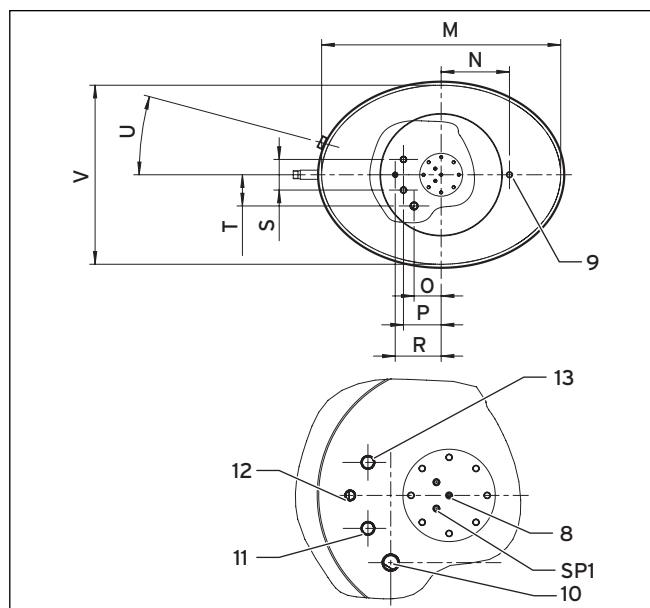

Fig. 4.7 Misura di ribaltamento per il montaggio e misura di raccordo del bollitore combinato auroSTOR VPS SC 1000, vista dall'alto
- Montare la tubazione per il collegamento dell'acqua fredda (**13**, fig. 4.7) con un angolare di collegamento e i necessari dispositivi di sicurezza.
- Montare la tubazione per il collegamento della mandata del riscaldamento ausiliario acqua calda (**10**, fig. 4.7) con un angolare di collegamento.
- Montare la tubazione per il collegamento dell'acqua calda (**11**, fig. 4.7) con un angolare di collegamento.
- Montare eventualmente la tubazione di ricircolo sull'apposito raccordo (**12**, fig. 4.7) con un angolare di collegamento.